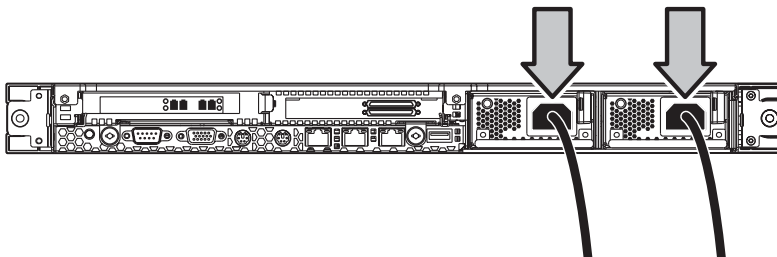

Figure 23 Connexion des alimentations du nœud aux prises secteur
4. Reliez les alimentations du nœud à deux alimentations secteurs distinctes à l'aide des cordons fournis (Figure 23).